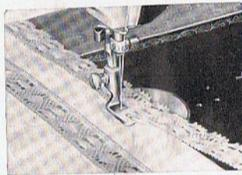

Abb. 35
**Säumen mit Annähen von Spitzen** (Abb. 35). Man beginnt den Saum in der bereits erklärten Weise. Nachdem der Stoffschieber die Arbeit erfaßt hat, lüftet man den Säumer so vorsichtig, daß sich der Saum nicht verschiebt. Dann führt man das Ende der Spitze von oben durch den Schlitz in der rechten Seite des Säumers und unter denselben. Nunmehr läßt man die Presserstange wieder herunter.